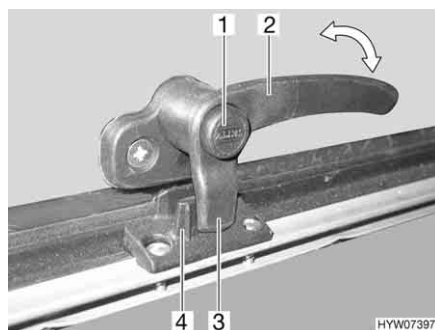
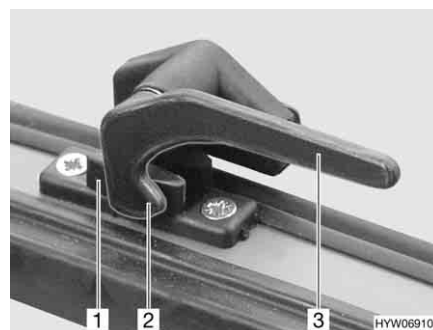

Fig. 96 Leva di serraggio con bottone di sicurezza in posizione "Chiuso"
Fig. 97 Leva di serraggio in posizione "Chiuso"
- Se presente, premere e tenere premuto il bottone di sicurezza (Fig. 96,1).
- Ruotare tutte le leve di serraggio (Fig. 96,2 o Fig. 97,3) di un quarto di giro verso il centro dell'oblò.
- Ruotare tutte le leve di serraggio (Fig. 96,2 o Fig. 97,3) di un quarto di giro verso il telaio. Il nasello di bloccaggio (Fig. 96,3 o Fig. 97,2) si trova sulla parte interna del bloccaggio dell'oblò (Fig. 96,4 o Fig. 97,1).
- In posizione "Completamente chiusa" (Fig. 96 e Fig. 97)